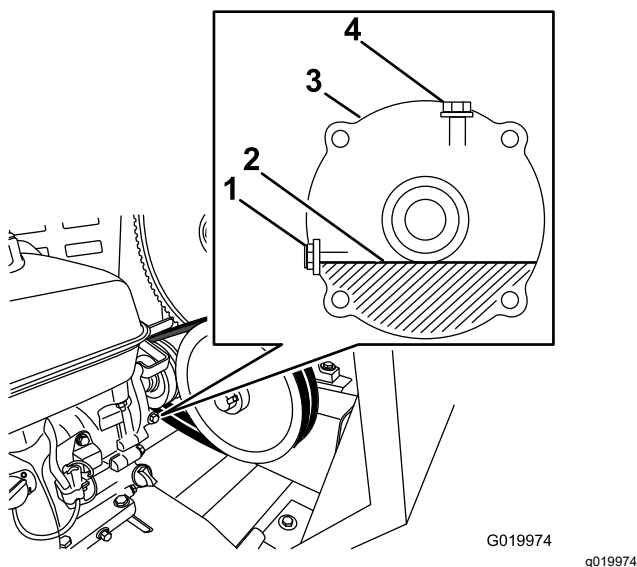

Figura 61
5. Localice la caja reductora entre el motor y la polea del motor (Figura 61).
7. Retire el perno y la arandela de comprobación del nivel de aceite del orificio de nivel de aceite (Figura 61).
- A. Retire el perno y la arandela de llenado del orificio de llenado situado encima de la caja reductora (Figura 61).
- C. Instale el perno de llenado y la arandela en el orificio de llenado de la caja reductora, y apriete el perno de llenado (Figura 61).
8. Cuando el aceite esté al nivel de las roscas de la parte inferior del orificio de nivel de aceite, instale el perno y la arandela de comprobación del nivel de aceite en el orificio y apriete el perno (Figura 61).
11. Vierta lentamente aceite del tipo especificado en el orificio de llenado hasta que el nivel de aceite llegue a las roscas de la parte inferior del orificio de nivel de aceite (Figura 61).